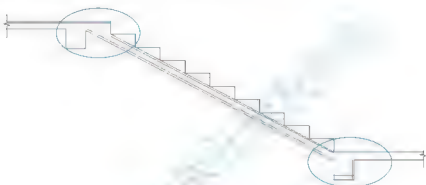

图 5.73 偏移辅助线 A、B、C、D、E
(2) 启动【偏移】命令，将 A 和 B 线向下偏移 20mm，C 线向上偏移 20mm，D 线向上偏移 52mm，E 线向右偏移 30mm，结果如图 5.73 所示。
(3) 用【圆角】命令修整如图 5.73 所示的圆圈内的辅助线，结果如图 5.74 所示。